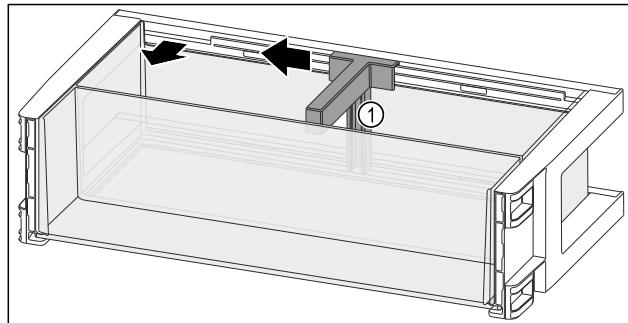

Fig. 113
- Пересуньте тримач пляшок Fig. 113 (1) убік до пазу.
- Вийміть тримач пляшок Fig. 113 (1).